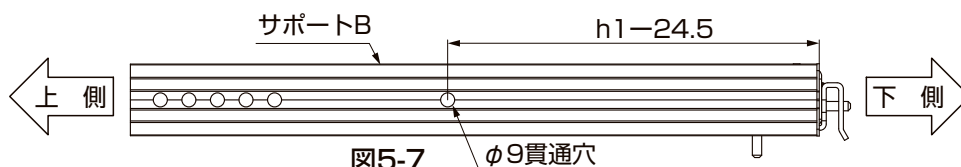

図5-7
- ① 上側の収納金具BにサポートAを取付けてください。（マルチスクエアの場合は収納金具Aになります。）
- ② 5-2 で加工した穴からG.L.までの寸法h1を測ってください。
- ③ サポートBにφ9の貫通穴をあけてください。（図5-7参照）